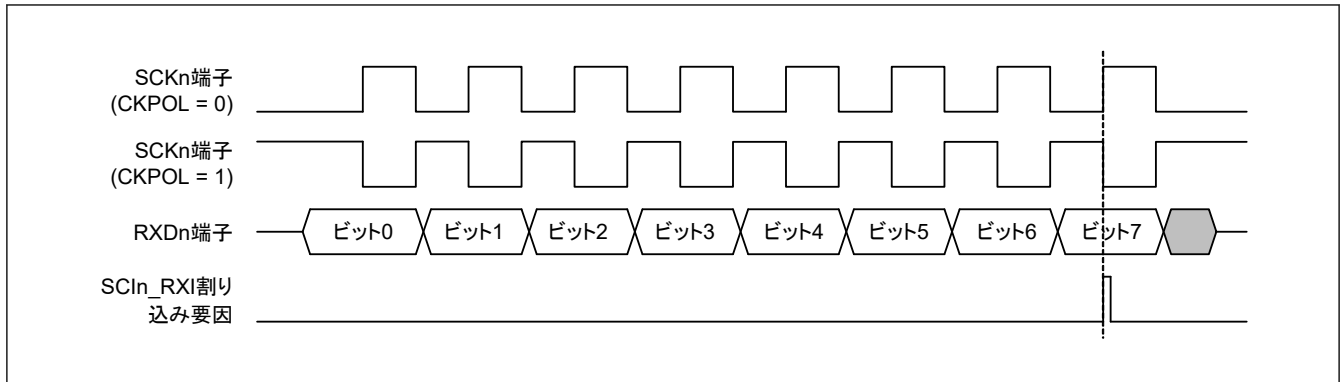

図 29.124 簡易 SPI モードにおける SCIIn\_RXI 割り込みの発生タイミング (クロック遅れあり)
- クロック遅れあり (SPMR.CKPH ビット = 1) では、図 29.124 に示すように、SCKn 端子の最終クロックエッジ手前のクロックエッジで受信データフル割り込み (SCIn\_RXI) が発生します。SCR レジスタの TE ビットと RE ビットを SCKn 端子の最終クロックエッジより前に 0 にすると、SCKn 端子出力がハイインピーダンスとなり、送受信クロックの最後のクロックパルス幅が短くなります。また、SCIn\_RXI 割り込みの発生によって、SCKn 端子の最終クロックエッジより前に接続先スレーブの SSn 端子入力信号が High になった場合、スレーブが誤動作する可能性があります。